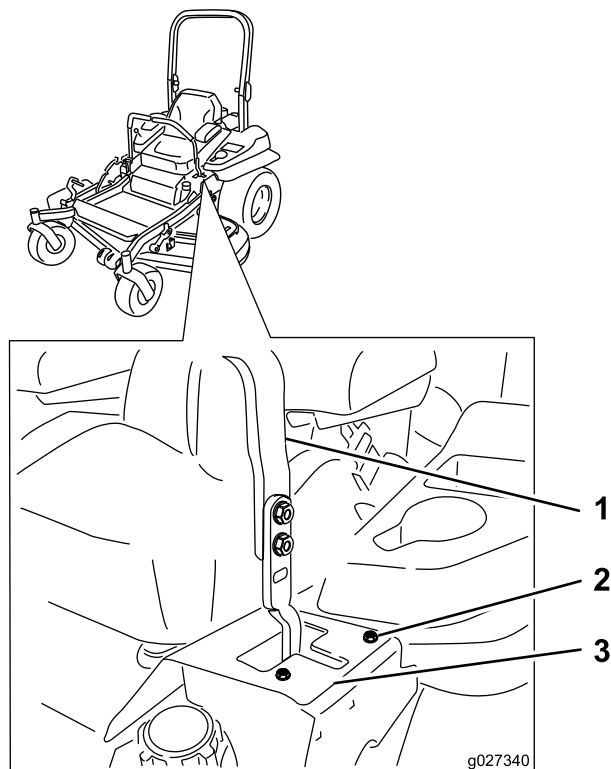

Figure 66
- Si elle se déporte à gauche, desserrez les boulons et déplacez la plaque de butée droite en arrière sur la fente en T droite, jusqu'à ce que la machine se déplace en ligne droite (Figure 66).
- Serrez les boulons de la plaque (Figure 66).
- Si elle se déporte à droite, desserrez les boulons et déplacez la plaque de butée gauche en arrière sur la fente en T gauche, jusqu'à ce que la machine se déplace en ligne droite (Figure 66).